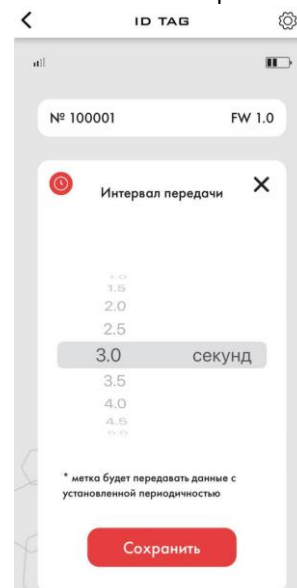

Рисунок 7 – Окно «Интервал передачи»
- Так же есть возможность изменения интервала передачи данных, при нажатии соответствующей кнопки «Интервал передачи» (рисунок 7), метка будет передавать данные с заданной периодичностью;